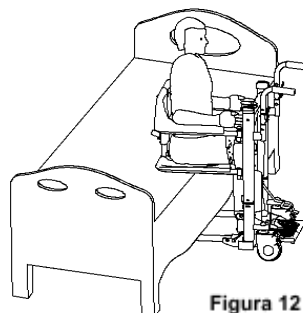

Figura 12
- Empuje la silla completamente hasta la posición deseada junto a la cama. Bloquee los frenos de las ruedas delanteras de 5 pulgadas y ajuste nuevamente la altura de la estructura del asiento para que su superficie inferior toque ligeramente la cama. (Figura 12)